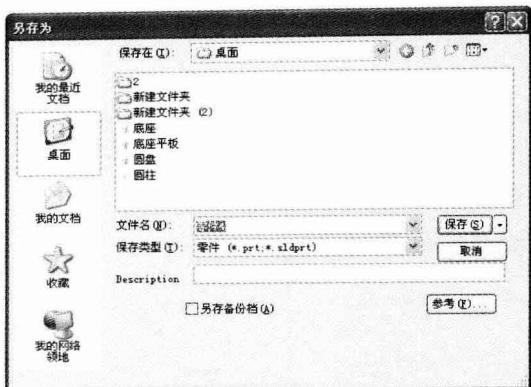

图 1-7 “另存为”对话框
- 2) 设置保存类型。此时系统弹出如图 1-7 所示的“另存为”对话框。对话框中的“保存在”一栏用于选择文件存放的文件夹；“文件名”一栏用于输入要保存的文件名称；“保存类型”一栏用于选择所保存文件的类型。通常情况下，在不同的工作模式下，系统会自动设置文件的保存类型。